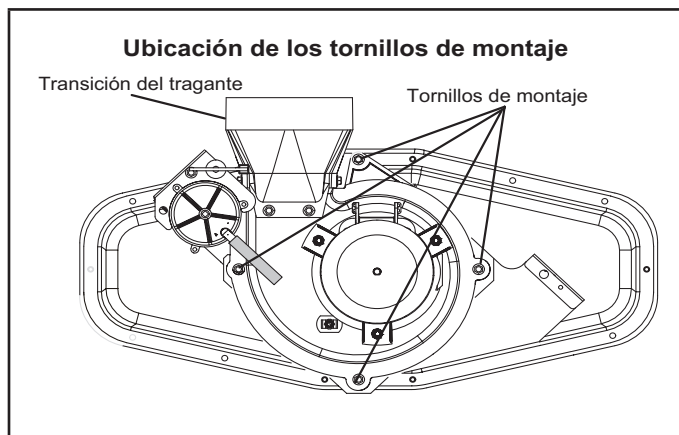

FIGURA 15
- 1 - Quite los cuatro tornillos de montaje (FIGURA 15) que sujetan el conjunto del inductor de aire de combustión/interruptor de presión a la placa de orificio. Levante el conjunto y gírelo 90 grados en sentido horario o contrahorario ya sea a la posición de las 3:00 o de las 9:00 horas. Afiance nuevamente con cuatro tornillos. La empaquetadura debe dejarse en posición.